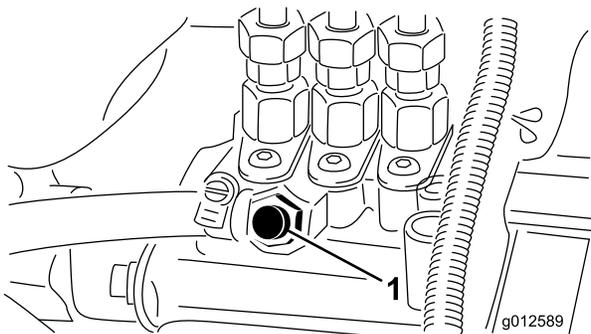

図 31
3. 燃料噴射ポンプについているエア抜きネジ（図 31）をゆるめる。